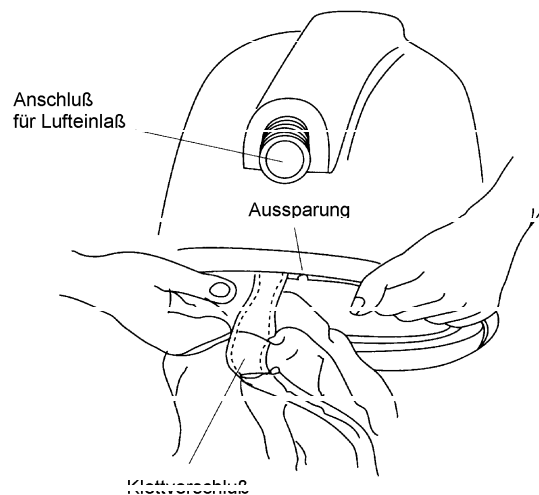

Figure 4 : Démontage de la cape
| (1) Ouvrir le Velcro de la cape. | Voir figure 4. |
| (4) Fermer le Velcro de la cape. | Voir figure 4. |